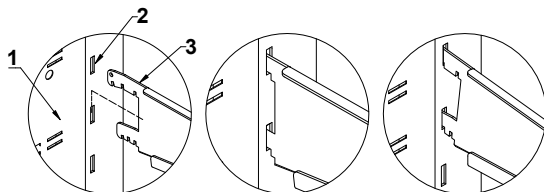

Рис.3 Крепления крюка в стеллаже
1. Установить крюки в планках стеллажа Рис.3 (стр.30)